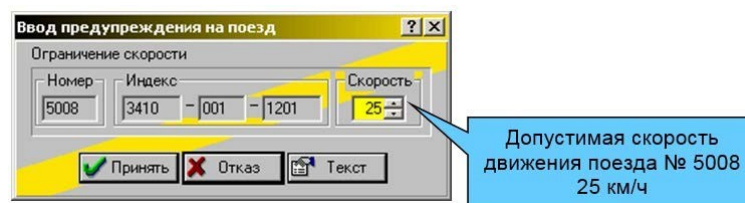

Рис. 19. Ввод предупреждения на поезд.
3. В окне «Ввод предупреждения на поезд» (рис. 19) установить скорость, которую не должен превышать данный поезд.